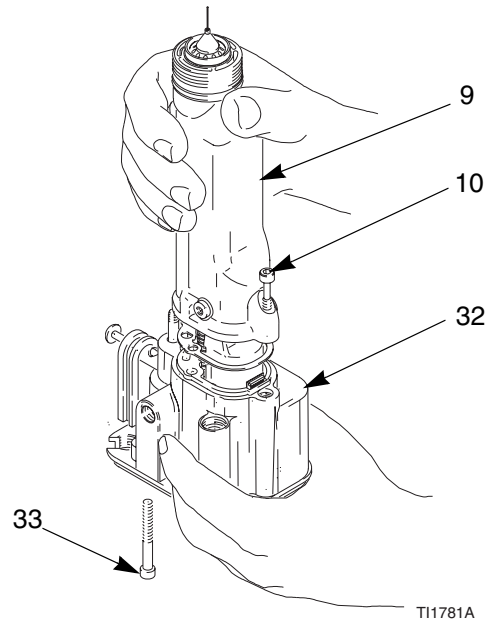

Fig. 30. Desmontaje del cañón
2. Desmonte el cabezal de aire, página 44. Desmonte la carcasa (2).
3. Afloje cuidadosamente la tuerca de ajuste del fluido (20). Saque el tubo (19) del acoplamiento (23). Asegúrese de que tanto los anillos de metal (21, 22) como la tuerca permanecen en el tubo.
4. Saque la contratuerca (28) y el brazo del actuador (29). Vea la página 48.
5. Afloje los tres tornillos (10, 33). Vea Fig. 30.
6. Sostenga el cuerpo de la pistola (32) con una mano y empuje el cañón (9) hacia fuera, teniendo cuidado de mantenerlo recto. Vea Fig. 30.